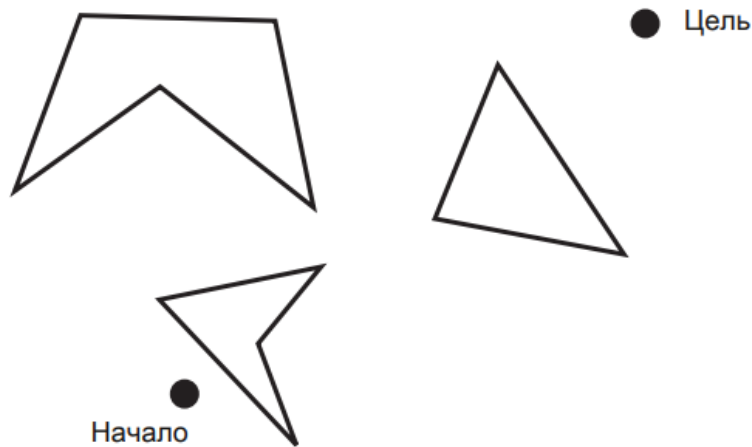

Рисунок 10. Проблема планирования.
- 7.2 Составить карту видимости препятствий, указать кратчайший путь из точки Начало в точку Цель (рис.10).